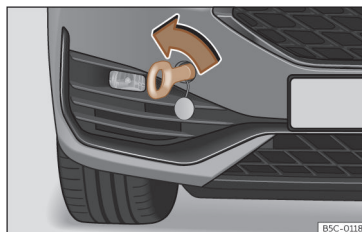

Fig. 207 Parte derecha del paragolpes delantero: argolla de remolque enroscada.
- Enrosque la argolla de remolque en el alojamiento girándola al máximo **en el sentido contrario al de las agujas del reloj** >>> **fig. 207**, >>> ⓘ. Utilice un objeto adecuado con el que pueda enroscar completa y firmemente la argolla de remolque en su alojamiento.